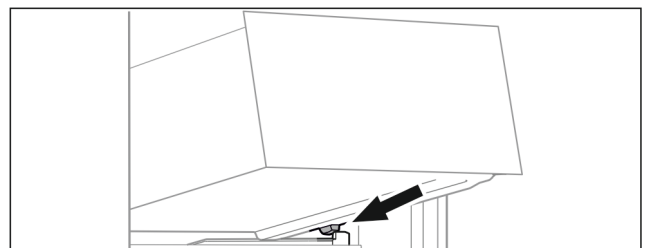

Fig. 100
- ▶ Lade schuin achter de stoppers op containerrib plaatsen. (zie Fig. 100)